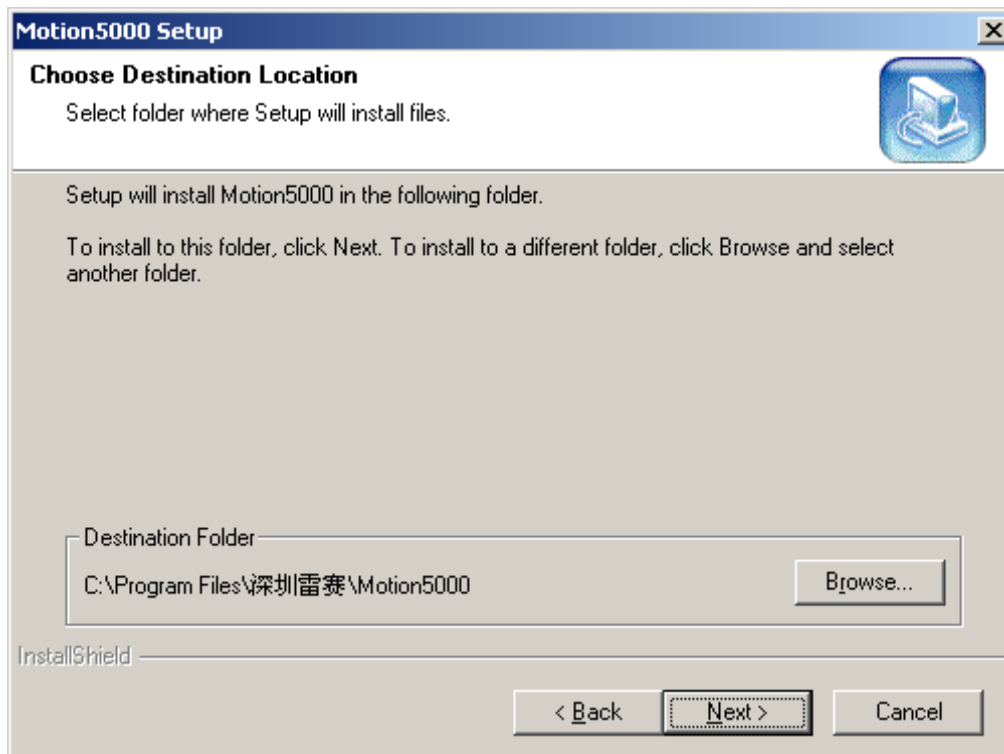

图 6-4 选择安装路径
4. 系统将出现图 6-4 所示的选择安装路径的界面，一般来说，用户按默认路径安装即可，然后单击 Next 按钮；